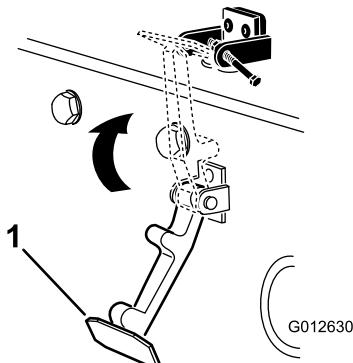

Figura 8
4. Enganche el cierre en el cerradero del capó (Figura 8).
7. Enganche el cierre en el cerradero del capó (Figura 8).